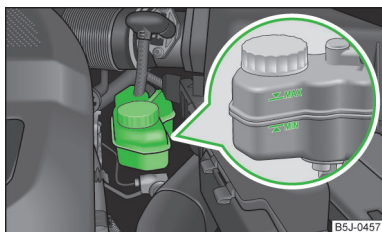

Fig. 129
- Dacă nivelul lichidului a scăzut sub marcajul MIN » fig. 129 la pagina 171,  nu continuați deplasarea – pericol de accident! Solicitați asistența de specialitate a unei unități de service.
- Verificați nivelul lichidului de frână pe recipientul acestuia » fig. 129.